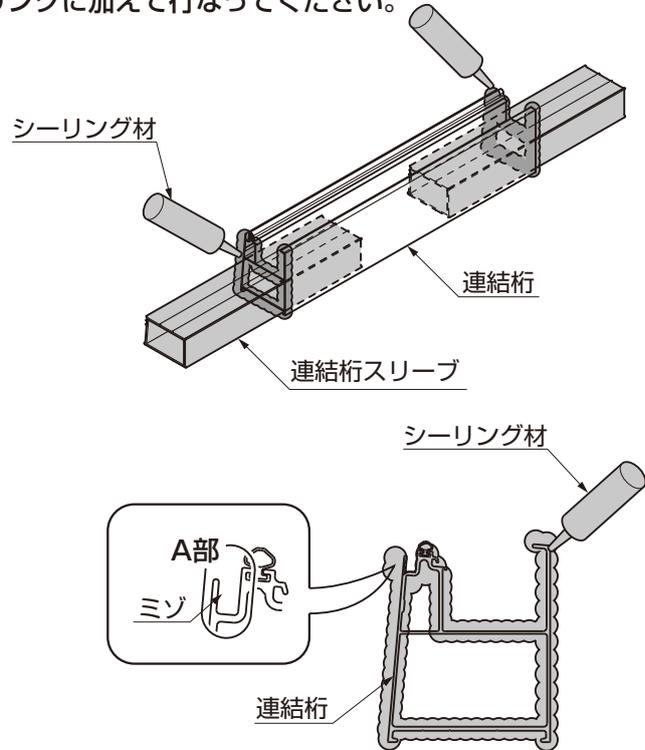

図1-24 連棟時 桁
- A部のミゾは、シーリングで埋めないようにしてください。(図1-24参照)